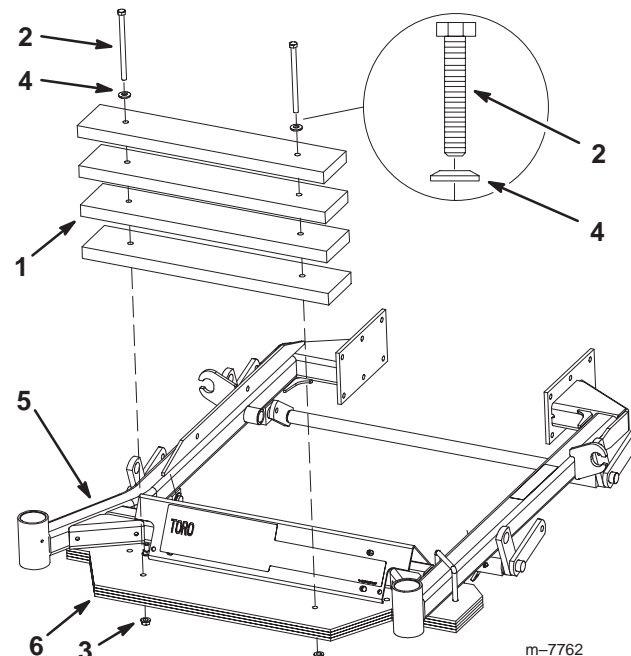

Figure 17
3. Placez 4 boulons (3/8 x 2 pouce), 4 rondelles Belleville et 4 contre-écrous (3/8 pouce) dans les masses pour les fixer en place (Fig. 17).
1. Placez les barres contrepoids sur les masses (Fig. 17).
2. Fixez les contrepoids aux masses avec 2 boulons (3/8 x 5-3/4 pouce), 2 rondelles Belleville et 2 contre-écrous (3/8 pouce) (Fig. 17).